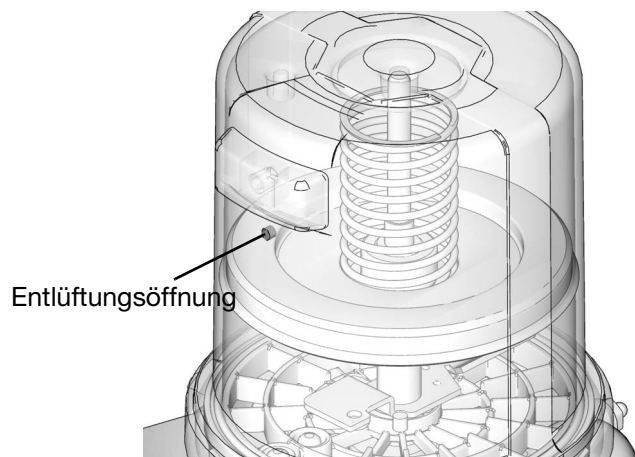

ABB. 26
3. Den Schmiermittelbehälter mit Schmiermittel befüllen, bis die Dichtung der Folgeplatte die Entlüftungsöffnung erreicht (ABB. 26) und der Großteil der Luft aus dem Schmiermittelbehälter verdrängt worden ist.